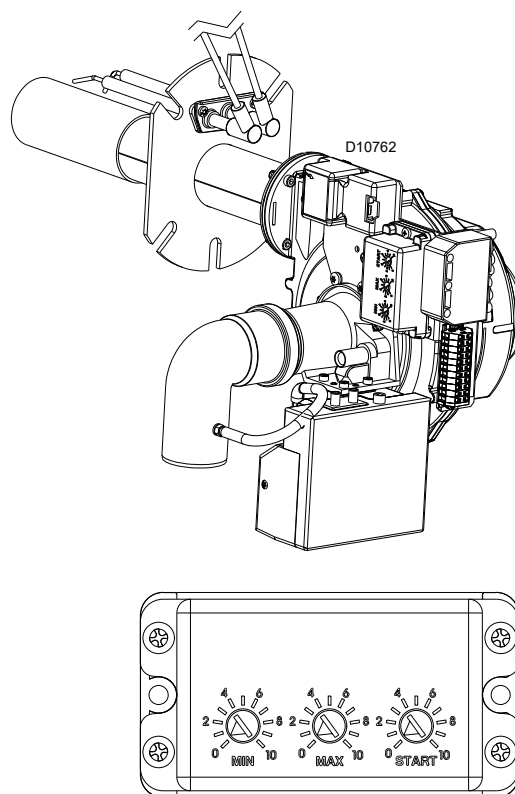

Fig. 11
- Verificare le impostazioni dei trimmers posti sull'apparecchiatura (Fig. 11).
La velocità del motore si può regolare agendo su tre “Trimmers” (Fig. 11).
La potenza massima dovrà corrispondere a quella richiesta dalla caldaia utilizzata. Per aumentare o diminuire il suo valore agire sul trimmer MAX posto sull'apparecchiatura (Fig. 11).
La potenza minima dovrà corrispondere a quella richiesta dalla caldaia utilizzata. Per aumentare o diminuire il suo valore agire sul trimmer MIN posto sull'apparecchiatura (Fig. 11).
La potenza di accensione può essere variata agendo sul trimmer START posto sull'apparecchiatura (Fig. 11 a pag. 18).